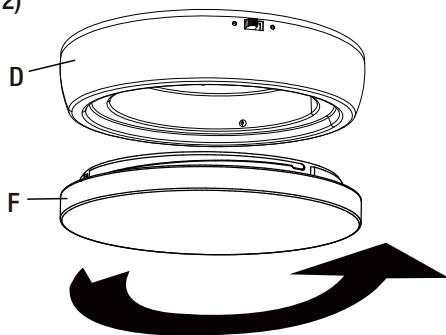

Figure 12
- Installer l'abat-jour (F) sur la trousse d'éclairage (D) en le tournant doucement et en le verrouillant en position. (Figure 12)